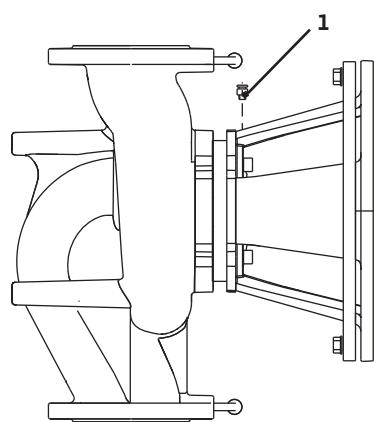

Fig. 36: Válvula de ventilação
• Purgar as das bombas após soltar as válvulas de ventilação (Fig. 36, Pos. 1). Um funcionamento a seco danifica o empanque mecânico da bomba. O sensor da pressão diferencial não deve ser ventilado (perigo de danificação).